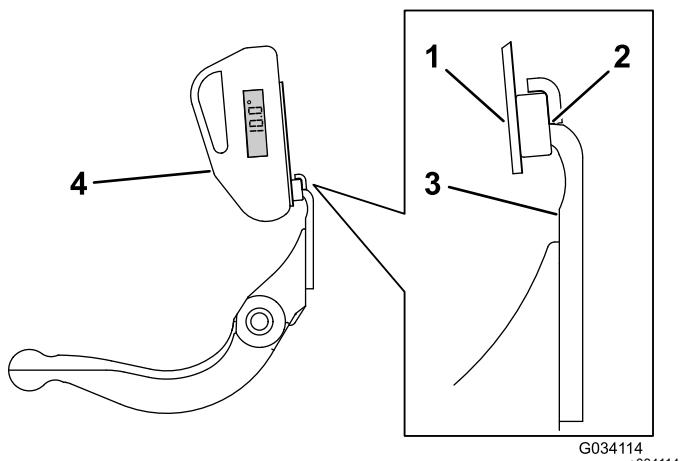

Figura 13
3. Posizionate il supporto del goniometro sul tagliente della controlama, in modo che il bordo del magnete si accoppi con il tagliente della controlama (Figura 13).
4. Posizionate il goniometro sul supporto, come illustrato nella Figura 13.